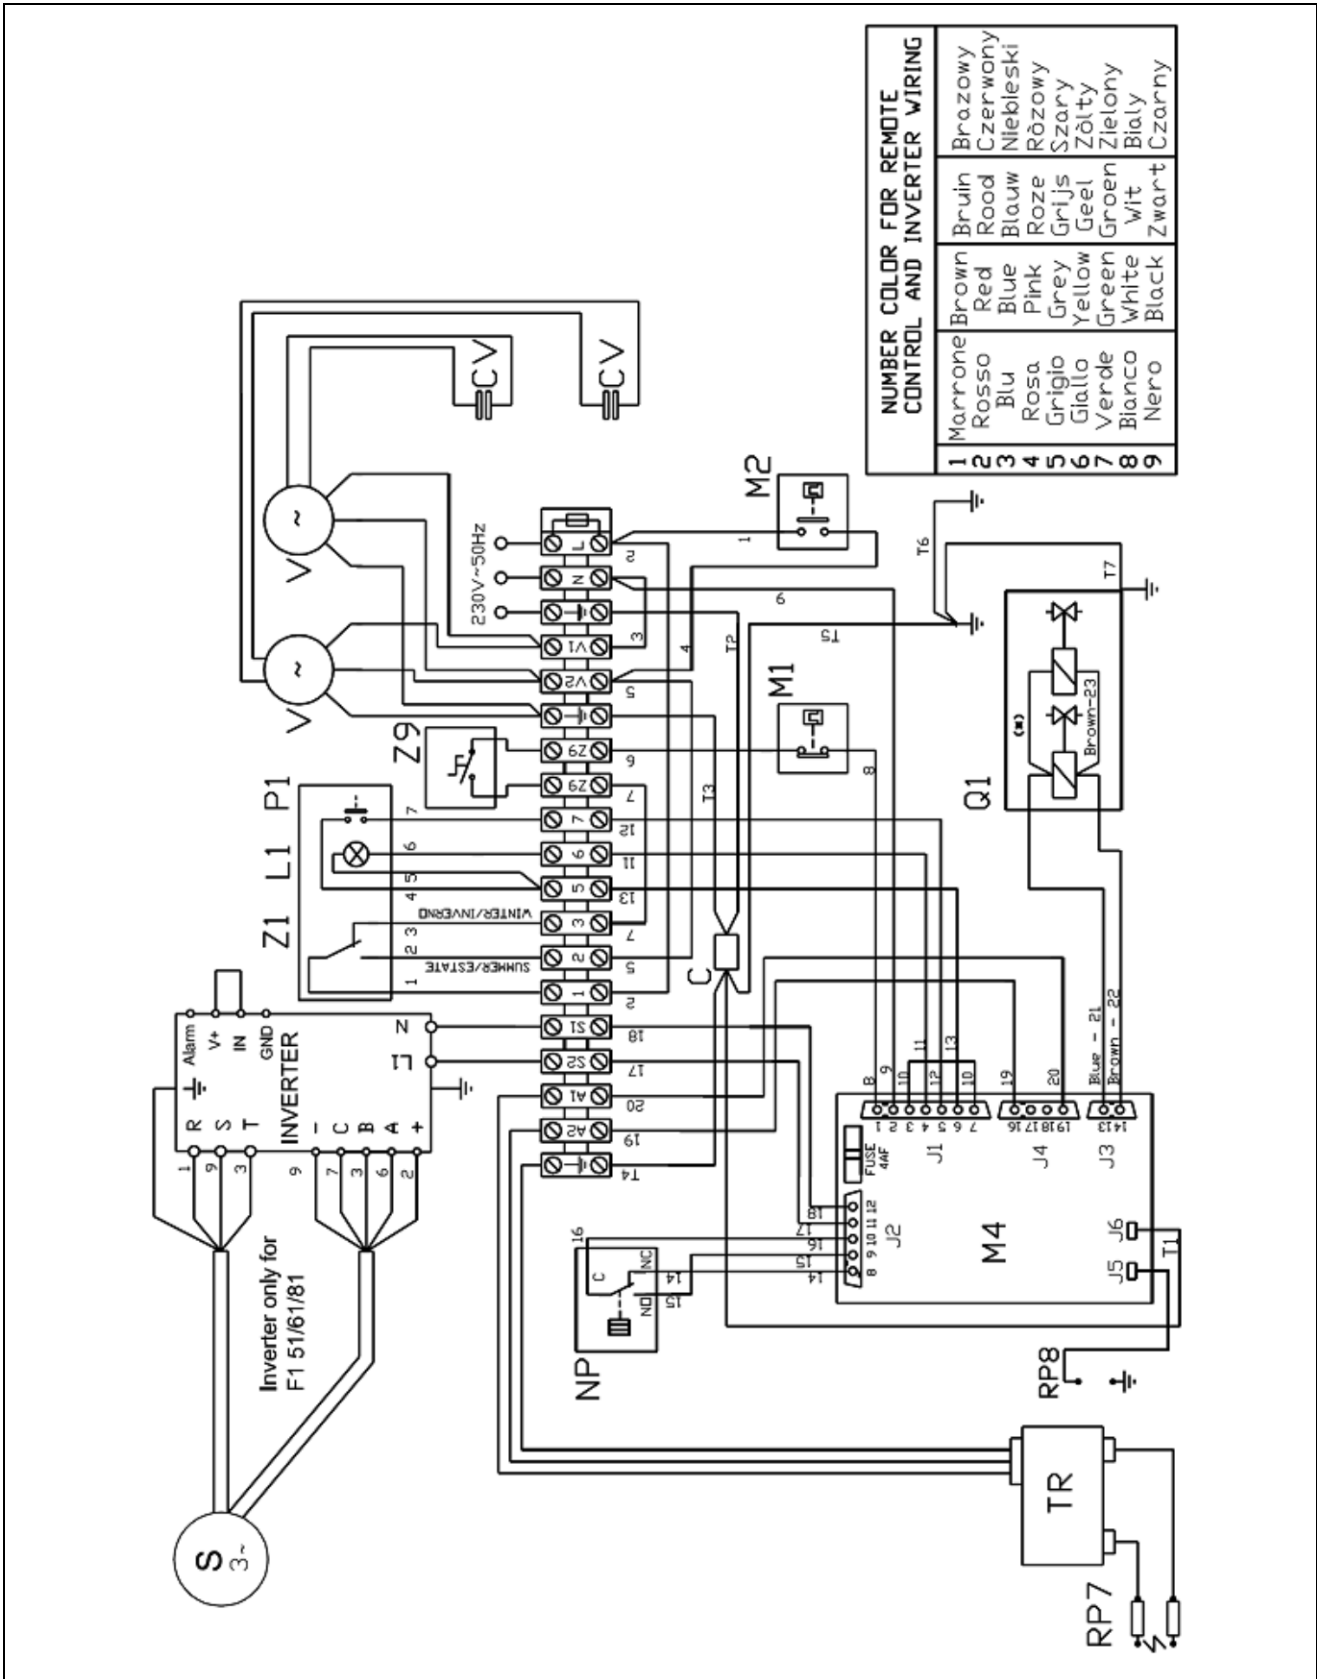

FIGURA 25 - SCHEMA ELETTRICO DI MONTAGGIO APPARECCHI SERIE F1 E SERIE F1 CM (VEDI LEGENDA DI FIGURA 24)
- collegare i cavi alla morsettiere predisposta all'interno dell'apparecchio seguendo le indicazioni riportate sullo schema elettrico di montaggio (vedi FIGURA 25)